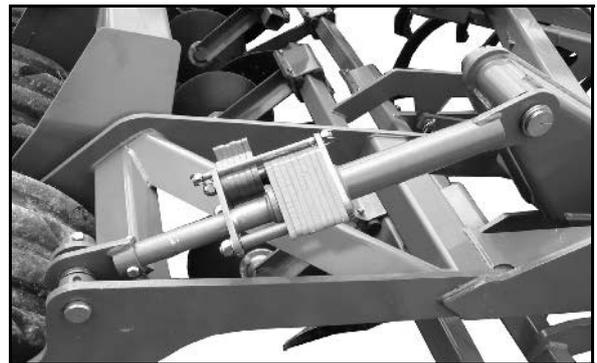

Fig. 49
- en los elementos de ajuste del rodillo trasero a la izquierda y derecha (Fig. 49),